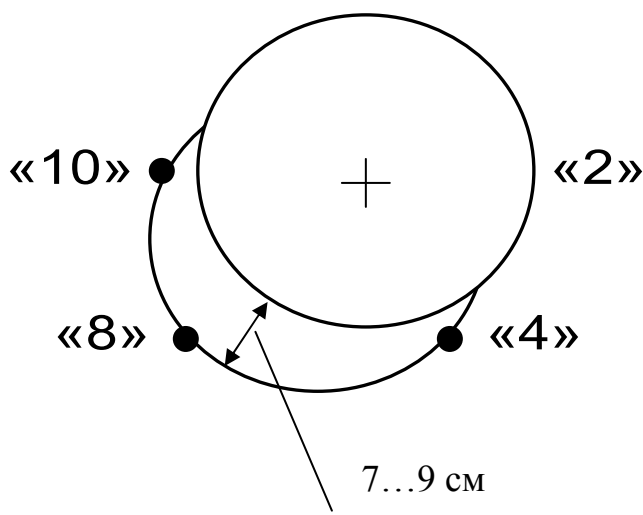

Рисунок 3 – Схема расположения прибора при проведении измерений
- сместите центр прибора, ориентируясь по нарисованной окружности, на 7..9 см по диагонали в положение «2 часа» (рис.3) и проведите измерения плотности  $\rho_2$ ;
Построение градуировочной зависимости подробно описано в Приложении А. Измерения в режиме **Установка нуля** производить на участках дороги по схеме рис. 3 с последующим взятием и лабораторными испытаниями вырубок (кернов). При этом для построения градуировочной зависимости следует использовать